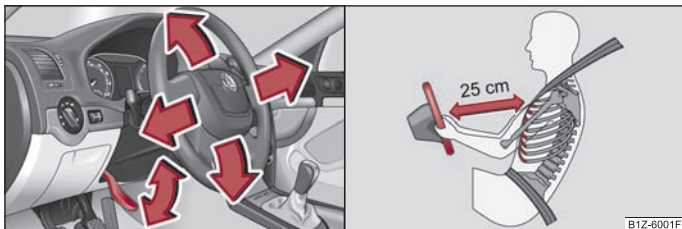

Fig. 83 Volan reglabil: Maneta de sub coloana volanului
- Îndreptați maneta de sub volan, în jos ⇒ fig. 83 - stânga. Luați în considerare indicațiile ⇒ ⚠.
- Între șofer și volan trebuie să existe o distanță de cel puțin 25 cm ⇒ fig. 83 - dreapta. Dacă nu se respectă această distanță, sistemul airbag nu își poate exercita eficiența maximă - Pericol!